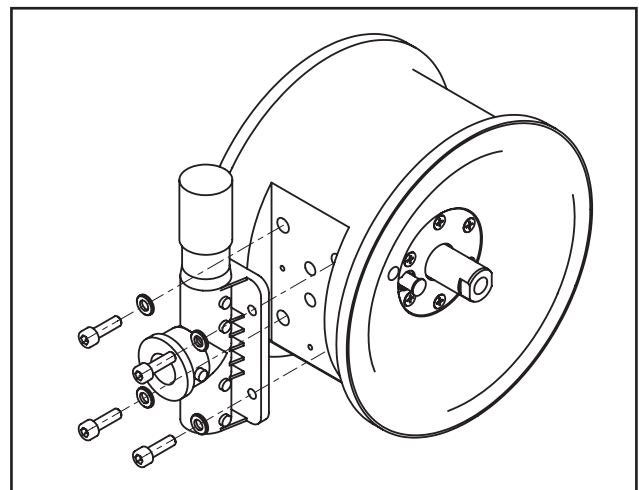

Fig. 19 : Système DEPA AirSave (DL15/25/40)
- Desserrer les quatre vis de fixation du bloc distributeur. Le distributeur complet peut alors être retiré du bloc distributeur. L'opération est également possible sans démonter la pompe au préalable ! (Fig. 19).